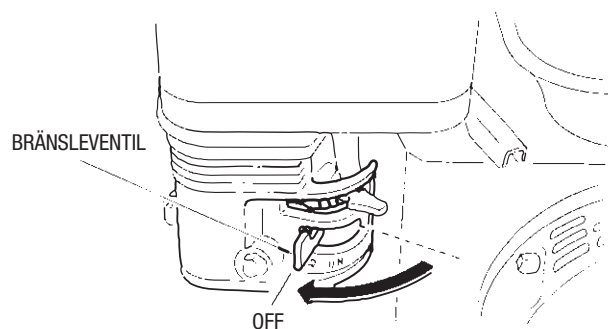

Bild 16. Bränsleventilspak (läge OFF)
3. Stäng **bränsleavstängningsventilen** (bild 16) genom att flytta bränsleavstängningsspaken till läge **OFF**.